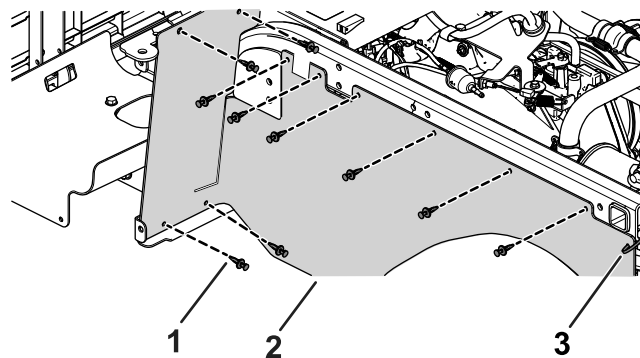

Figure 23
2. Fixez chaque protection en caoutchouc à l'aide des 10 rivets en plastique retirés précédemment et d'un serre-câble (Figure 23).